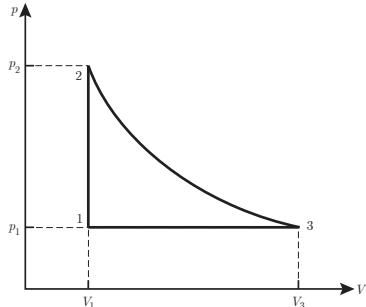
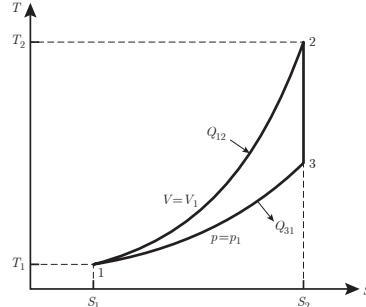

Fig. 7.3 Diagramme (p, V) de Lenoir
Fig. 7.4 Diagramme (T, S) de Lenoir
- 1) Pour le processus isochore, $V = V_1 = V_2 = \text{cste}$ (fig. 7.3). Pour le processus adiabatique, d'après la relation (5.90), $p(V) = \text{cste}/V^\gamma$ où $\gamma > 1$ et $\text{cste} = p_1 V_1^\gamma = p_2 V_2^\gamma$. La pression $p(V)$ est une fonction convexe monotone décroissante de V . Pour le processus isobare, $p(V) = p_3 = p_1 = \text{cste}$. Pour le processus isochore, d'après la relation (7.20), $T(S) = T_1 \exp((S - S_1)/cNR)$, qui est une fonction monotone croissante de S (fig. 7.4). Pour le processus adiabatique, $S = S_1 = S_2 = \text{cste}$. Pour le processus isobare, d'après la relation (7.23), $T(S) = T_1 \exp((S - S_1)/(c + 1)NR)$, qui est une fonction monotone croissante de S .